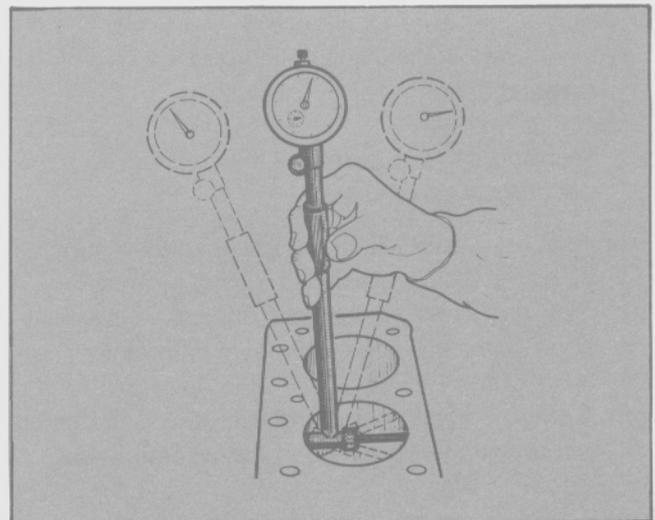

Fig. 64 - Ubicación del comparador en la zona de mayor desgaste.
- Ubicar el comparador en la zona de mayor desgaste del cilindro, en posición transversal al eje del cigüeñal. La perpendicularidad del comparador con respecto al eje del cilindro se consigue balanceándolo hasta determinar que la aguja indique la mínima lectura. La zona de mayor desgaste de un cilindro se encuentra aproximadamente a 20 mm debajo del escalón superior (Fig. 64).